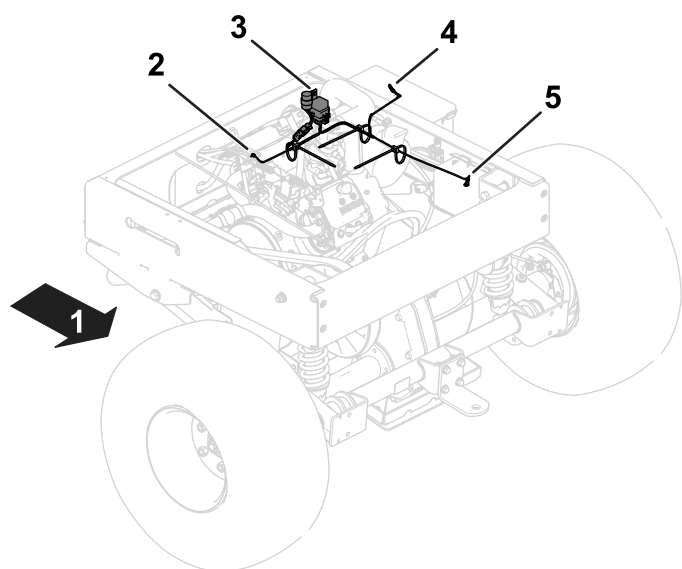

Figura 1
Utilize as ilustrações e instruções seguintes para encaminhar a cablagem. Consulte Figura 1 para uma visão geral da posição da cablagem.
5. Instale o terminal de anel no magneto do motor; consulte Figura 1 para obter a posição da cablagem.
2. Ligue o terminal de anel da cablagem ao terminal negativo da bateria; consulte Figura 1 para obter a posição da cablagem.